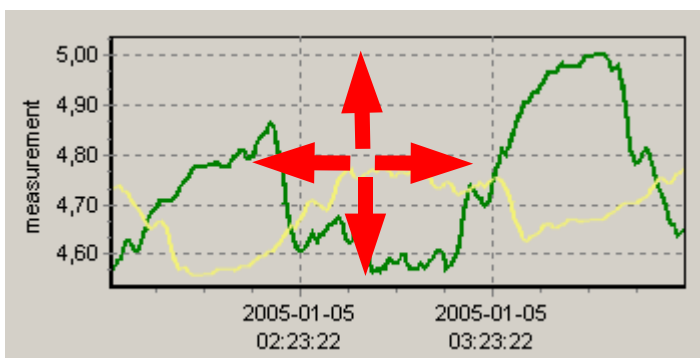

Рис. 3.8. Перемещение графика.
- **перемещение графика** - график может быть перемещен влево или вправо (тем самым, отображая данные более раннего или позднего интервала времени). Для этого – кликните правой клавишей мыши по графику и, удерживая клавишу, переместите курсор мыши в требуемом направлении (рис. 3.8).